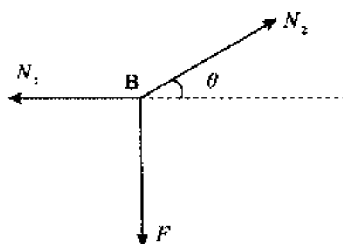

图 2-8
解 (1) 设杆 1 和杆 2 内力是 N_1, N_2 , 取节点 B 分析如图 2-8 所示。